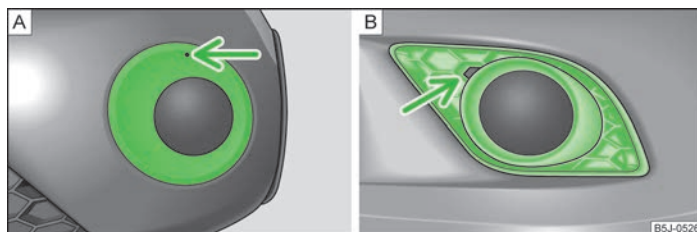

Fig. 151 Paragolpes delantero: Fabia Scout/Fabia RS
- Introducir en la abertura por encima del faro antiniebla » fig. 151 - **A** (Fabia Scout) el estribo de alambre » página 161, Herramienta de a bordo y extraer la caperuza protectora.
- Introducir un dedo en la abertura junto al faro antiniebla » fig. 151 - **B** (Fabia RS) y extraer la caperuza protectora.